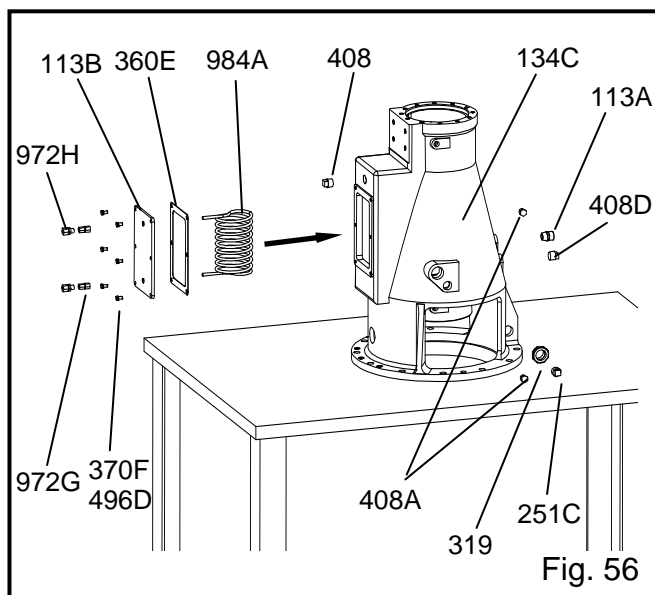

Fig. 56
Le bobine de refroidissement en option se pose en fixant d'abord les deux raccords mâles modifiés (972G) sur le couvercle de la bobine de refroidissement (113B). Insérer les extrémités de la bobine de refroidissement (984A) dans les raccords mâles (972G) et visser le raccord femelle (972H) sur le côté mâle en comprimant la conduite entre les deux. Fixer la plaque couvercle (113B) sur le boîtier de roulement (134C) avec un joint neuf (360E) et les six vis (370F) avec joints toriques (370F), voir Fig. 56.
Poser la mise à l'air libre (113A), les bouchons de canalisation (408, 408A, 408D, 251C) et le verre de visée (319) aux emplacements indiqués sur la Fig. 56.